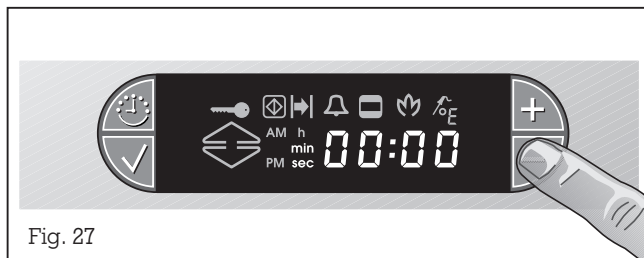

Fig. 27
- Appuyez sur la touche - (fig. 27).